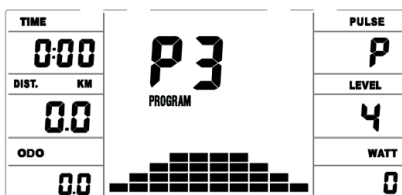

Bild 4
- P3 – Fettverbrennung (Bild 4)